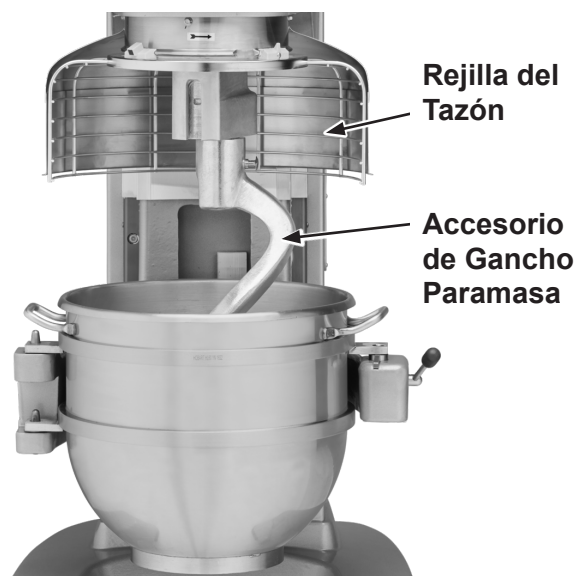

Fig. 12
5. Coloque el agitador dentro del tazón y asegúrelo al eje (Fig. 12).